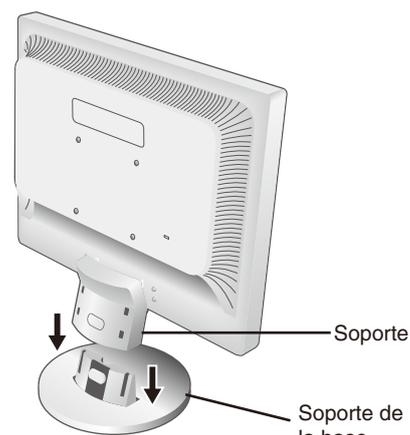

Figura S.1
1. Conecte el soporte de la base al soporte. Las lengüetas de sujeción del soporte de la base deberían encajar en el orificio del soporte (figura S.1).